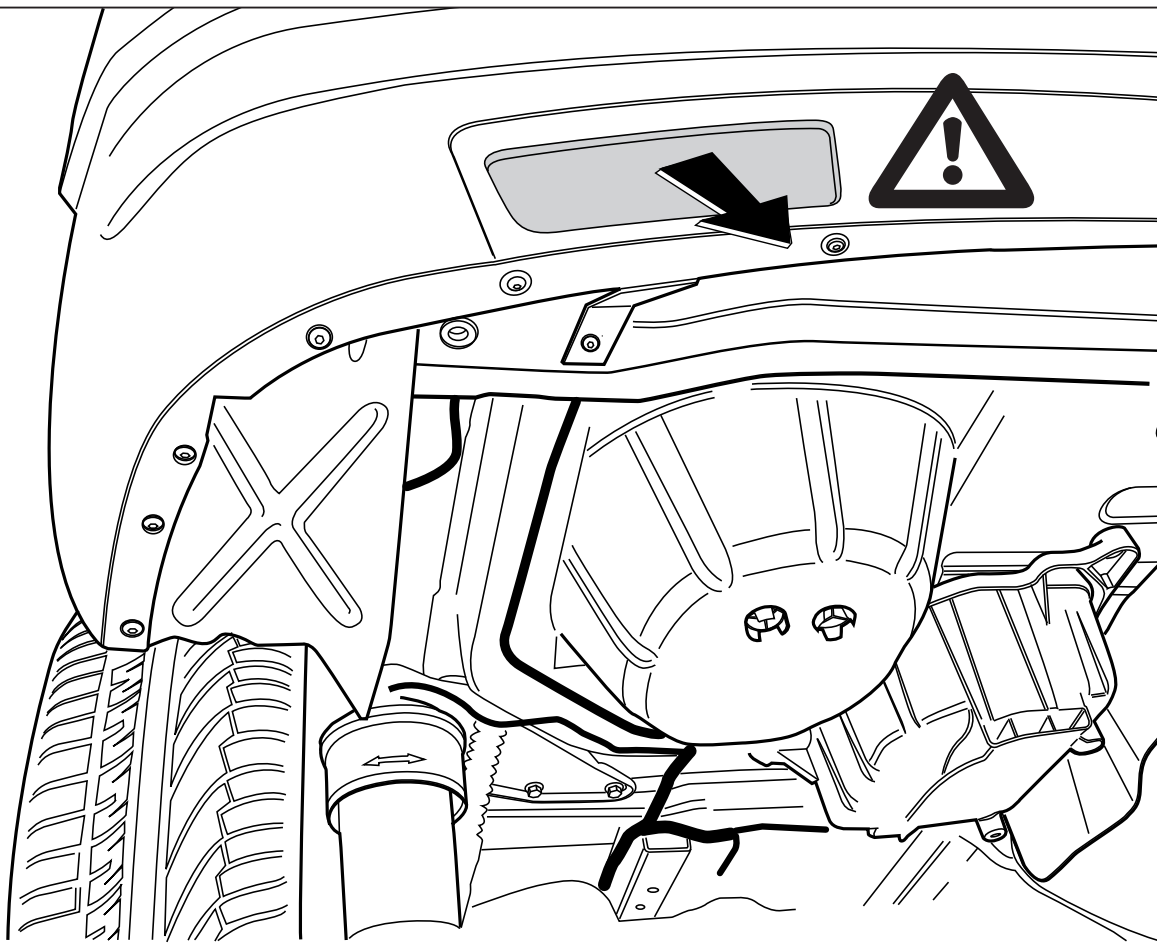

Fig.1
2. Частично снять противогрязевые щитки в надколесных дугах, чтобы облегчить доступ к рабочей зоне см. рис. 1.
1. Снять оба блока задних фар. см. рис. 1.
3. Частично снять противогрызевые щитки в надколесных дугах, чтобы облегчить доступ к рабочей зоне (Вместе с болтами X) см. рис. 1.
10. Установить оба блока задних фар. см. рис. 1.